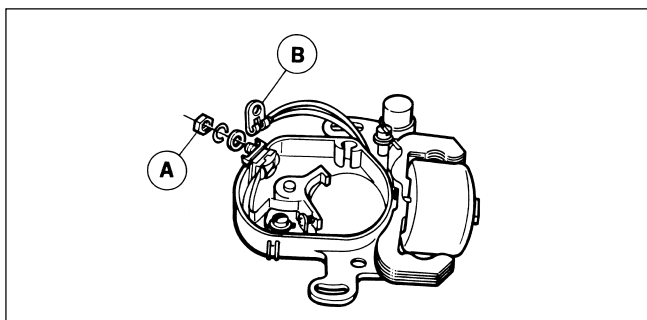

Fig. 7
- Retirer l'écrou qui fixe les câbles aux vis platinees (A - Fig. 7).